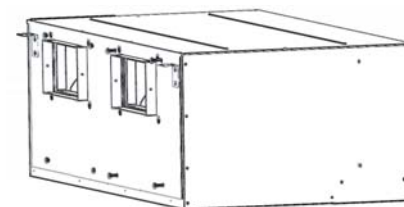

Рис. 3
- Отвинтите 4 винта M8 в лицевой панели кондиционера (Рис. 3).